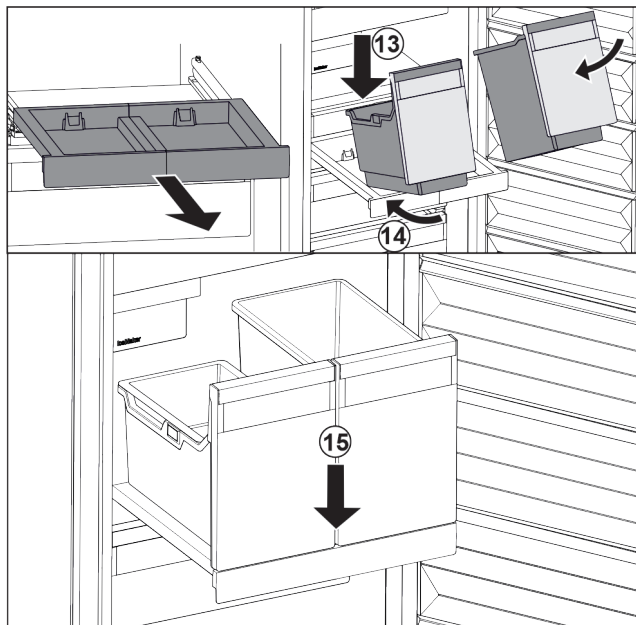

Fig. 35
- ▶ Nasadte nádobu šikmo na vyťahovaciu poličku. Fig. 35 (13)
- ▶ Zasuňte nádobu šikmo dozadu. Fig. 35 (14)
- ▶ Zložte nádobu vpredu. Fig. 35 (15)